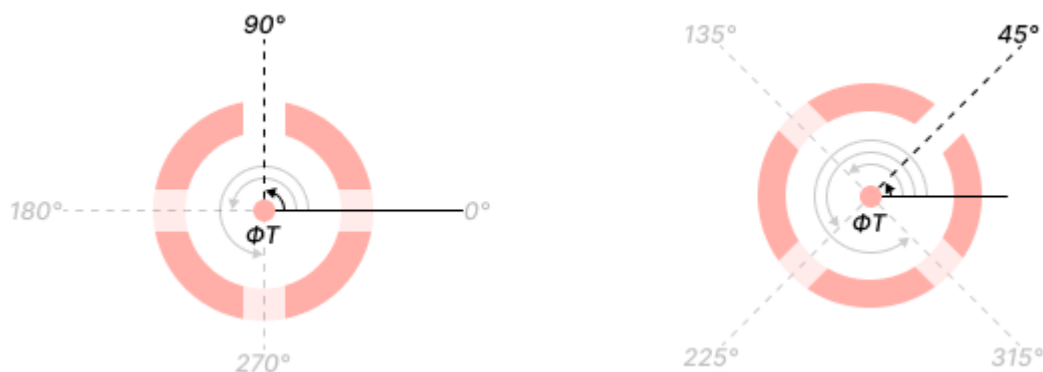

Рис. 190 Построение спиц термобарьера
- Угол наклона спицы – значение угла, под которым строится первая спица, относительно оси X против часовой стрелки. Значение может быть задано в диапазоне $0 - 359^\circ$ с шагом 1° , см. Рис. 190.